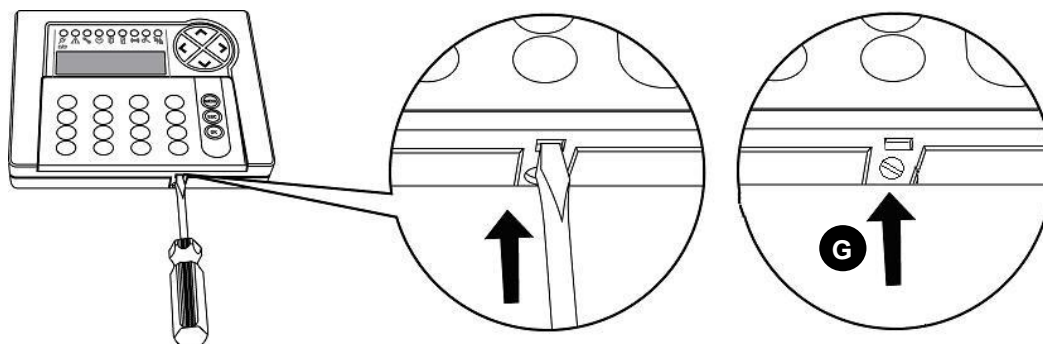

Figura 46 - Apertura tastiera
5. Richiudere la tastiera tramite la vite fornita a corredo - *Figura 46 - (G)*.